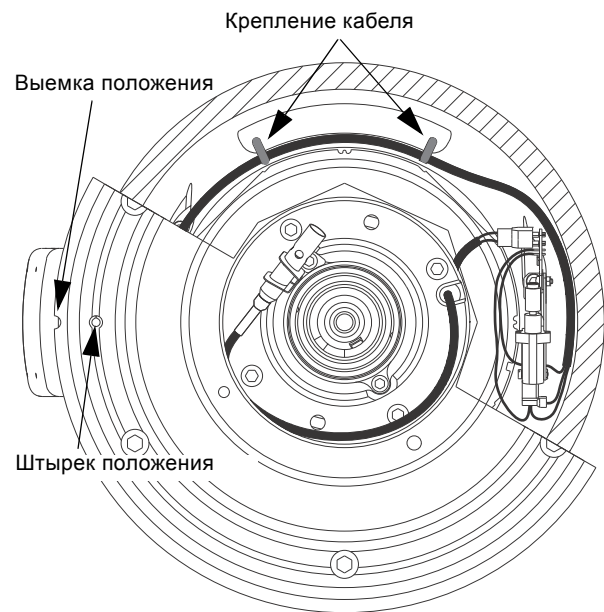

Рис. 16 Отметки положения и крепление кабелей датчика
7. Прикрепите кабели датчиков к кожуху статора (поз. 55), используя кабельные зажимы. См. рис. 16.
3. Прикрепите кабель реле влажности к кожуху статора (поз. 55), используя кабельные зажимы. См. рис. 16.
4. Поверните масляную камеру (поз. 155) по окружности так, чтобы канавка положения была рядом со штырьком положения кожуха статора. См. рис. 16.